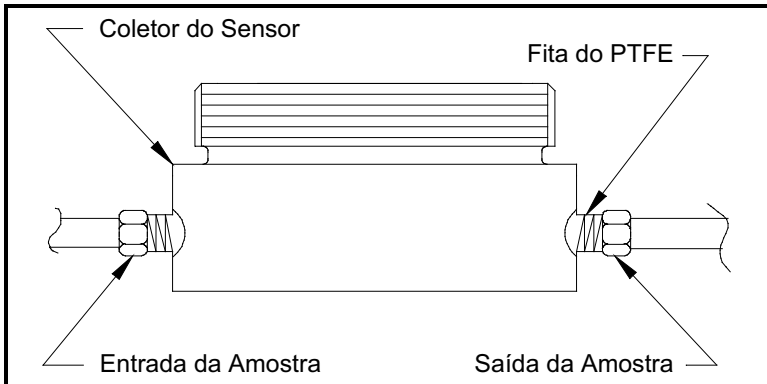

Figura 4: Instalação do Coletor do Sensor
3. Usando uma fita PTFE como selante, ligue a entrada de gás da amostra nas portas de 1/8" NPT no coletor do sensor (ver *Figura 4* abaixo). Ambas as portas podem ser usadas como entrada ou saída, já que a direção do fluxo não tem importância.